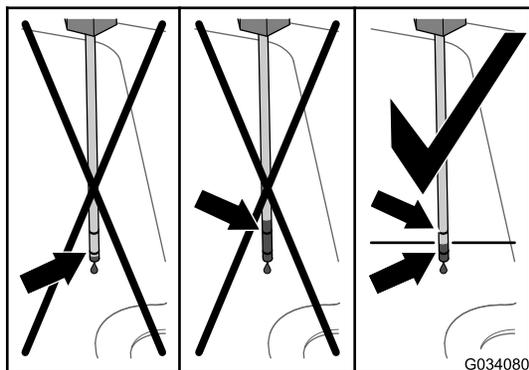

Figura 99
6. Retire a vareta e verifique o nível de fluido (**Figura 99**).
7. Adicione o fluido hidráulico especificado no tubo de enchimento até conseguir ver o fluido entre as 2 marcas na vareta (Figura 99).